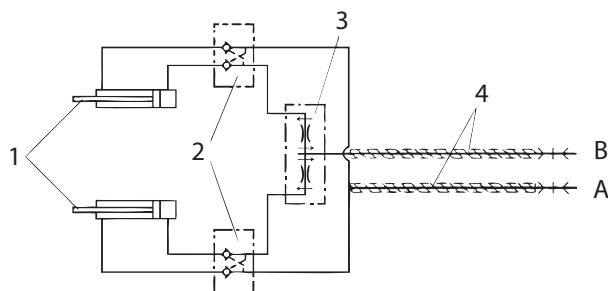

FIG. 27
I due cilindri (1, "Fig. 27"), sono corredati da una valvola di blocco automatica (2).